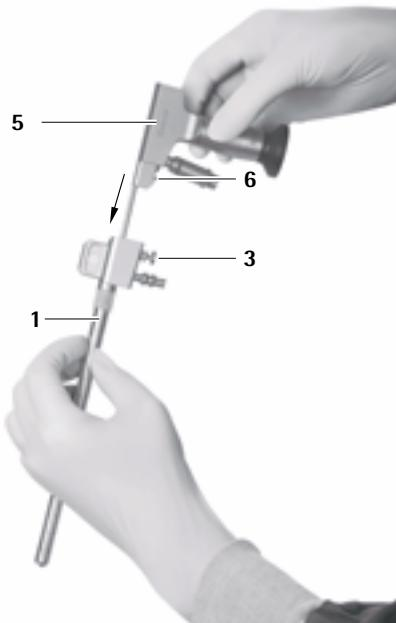
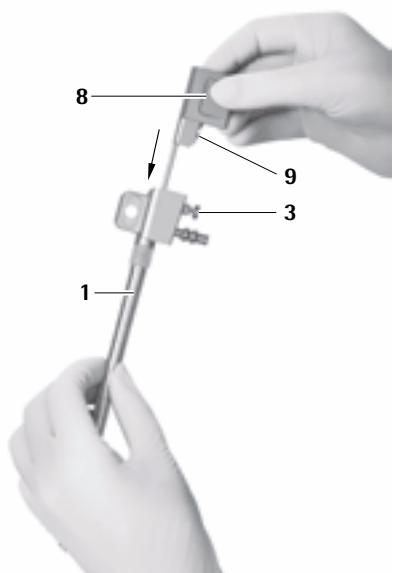

Fig. 14
Fig. 15
- ▶ Accertarsi che il perno di bloccaggio 6 dell'endoscopio 5 e/o il perno di bloccaggio 9 dell'otturatore per il canale dell'ottica 8 si trovi sullo stesso lato del pulsante di rilascio 3 del trocar MINOP inVent 1, vedere Fig. 14 e vedere Fig. 15.